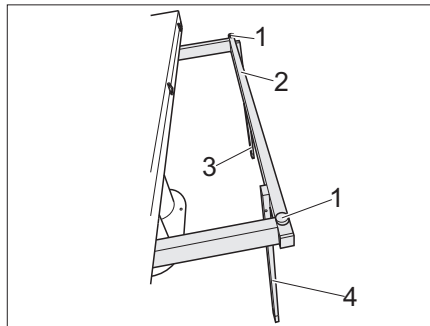

Bild 116 Abstützungen senkrecht stellen
- Tischunterbau (Bild 116,2) herausziehen.
- Abstützungen (Bild 116,3 und 4) senkrecht stellen.
- Gewünschte Höhe der Tischplatte mit den zwei Einstellschrauben (Bild 116,1) einstellen.